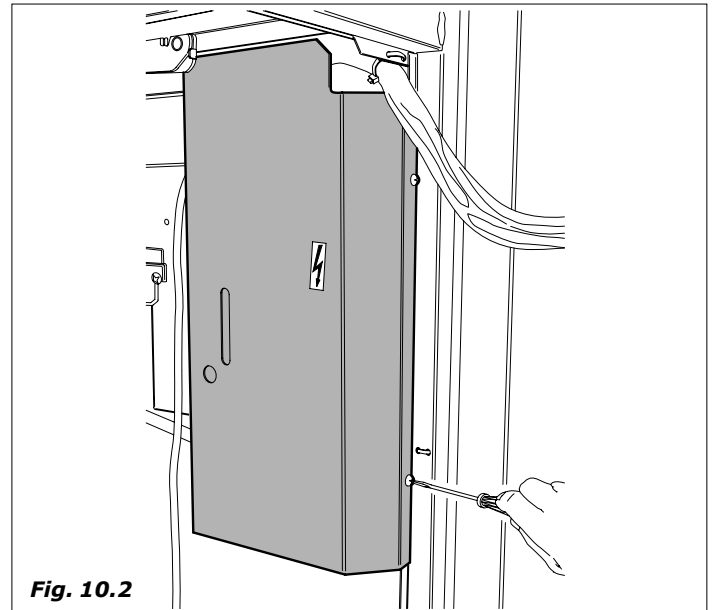

Fig. 10.2
- Desmontar el cárter de protección de la placa de potencia en el Antares (Fig. 10.2).